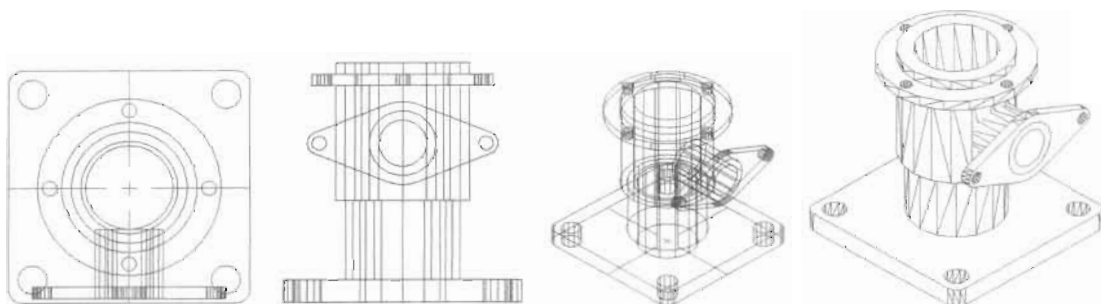

图 14-165
(8) 分别在俯视图和前视图中调整模型的位置, 将它们组合起来, 如图 14-165 所示。